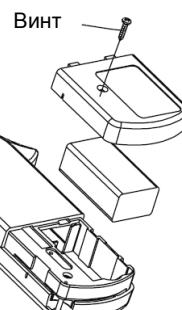

Рисунок 10
- Если при положении мультиметра лицевой стороной вверх, задней стороной вниз (см. рис. 10) показание прибора имеет положительный знак, значит, ток через проводник течет снизу вверх. Держите прибор крепко, и не выпускайте его из рук. Элементы Холла очень чувствительны не только к магнитному полю, но и к нагреванию, и механическому воздействию. Любой удар или толчок на короткое время приведет к искажению показаний. Для повышения точности измерений следуйте порядку действий, изложенному ниже:
### B. Замена батареи (см. рисунок 10)